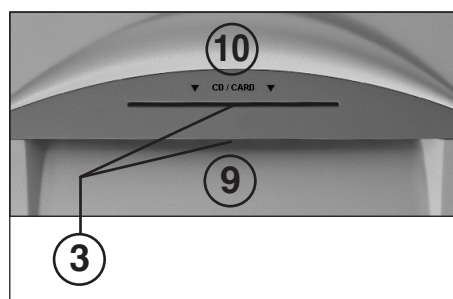

fig. 2
- 3 = Barrera fotoeléctrica (marcha hacia delante) (fig. 2)
- Introducir el papel al mecanismo de corte por la boca de alimentación de papel (9) (fig. 2).
- Los soportes de datos (CD, DVD o tarjeta de crédito) se tienen que pasar uno por uno al mecanismo de corte por la boca de alimentación de CD/DVD (10) (fig. 2) de disposición separada.